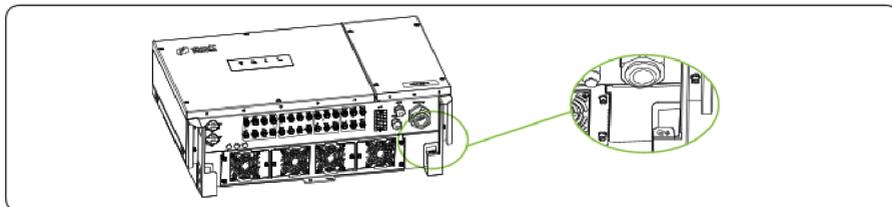

Figura 5.3 Fixando os cabos PGND
Passo 3 Remova os parafusos de aterramento dos pontos de aterramento, fixe o cabo PGND (feito no passo 1 e 2) usando parafusos de aterramento, aperte os parafusos até um torque de 5 N.m usando uma chave de soquete, como mostrado na figura 5.3. O fio PE deverá ser bem aterrado para garantir que a impedância entre neutro e terra seja menos que 10 Ohms.